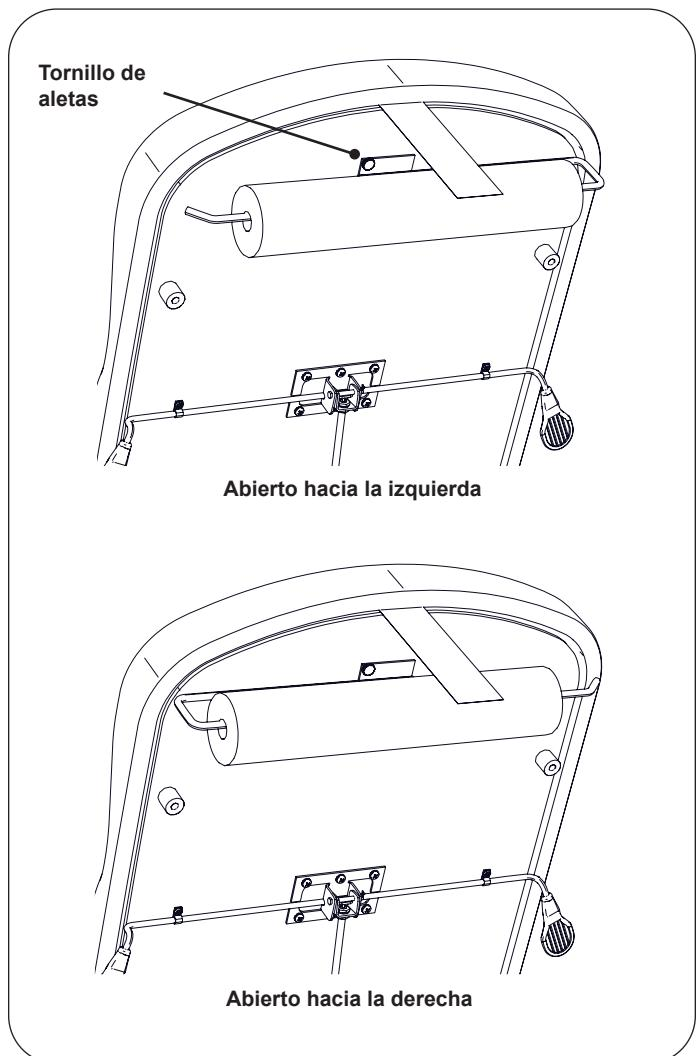

Figura 7. Instalación del portarrollos de papel
1. Determine la orientación que se desea para el portarrollos de papel. (Consulte las dos opciones en la Figura 7).